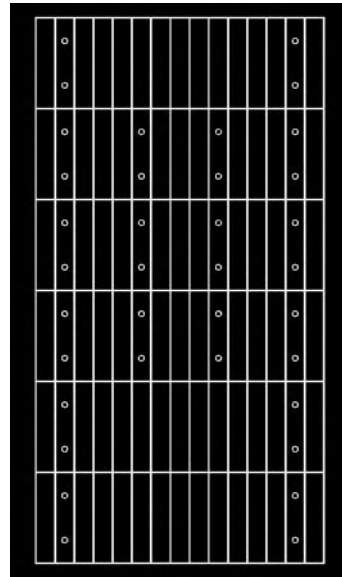

Fig.14.10
- 11 Placez deux autres rangées de luminaires au centre du local (fig.14.10).